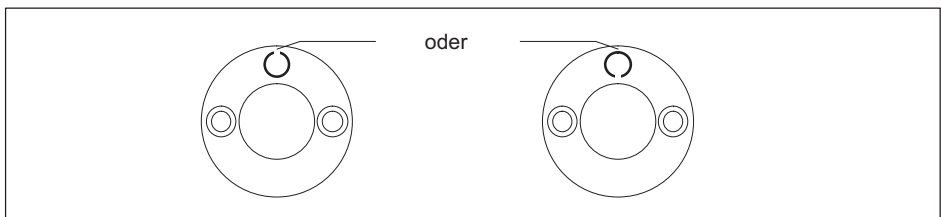

Abb. 6.1 Anordnung des Spannstiftes zur Verdrehsicherung
- ▶ Schlagen Sie den Spannstift mit einem Hammer in die am Druckstück vorhandene Sack-Bohrung bis zum Aufsitzen des Stiftes einzuschlagen. Ordnen Sie dabei die offene Seite des Spannstiftes radial an (Abb. 6.1).